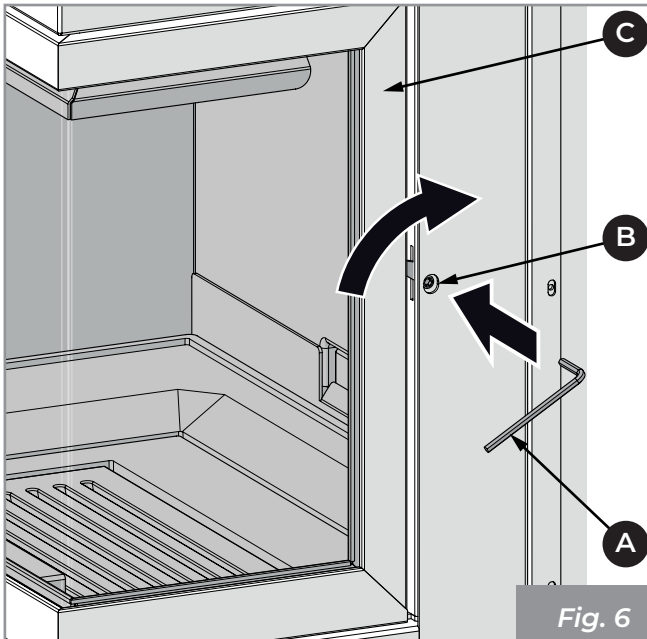
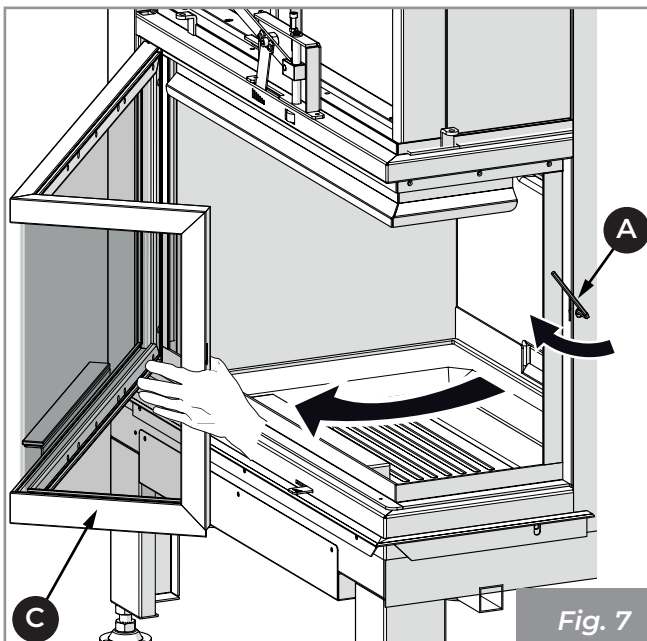

Fig. 6
Fig. 7
- 2) Introducir la llave hexagonal (A) en el orificio (B) para abrir la puerta (C) (Fig. 6 - Fig. 7).